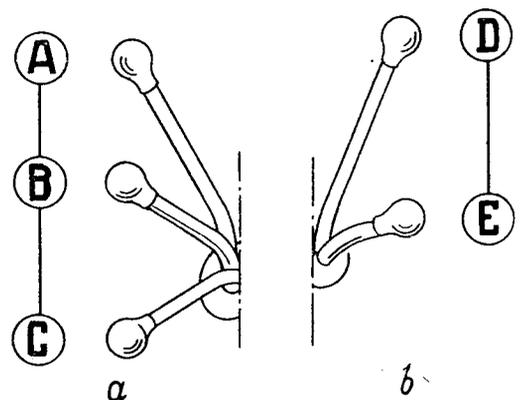

Bild 4. Schema der Schaltstellungen für die Verteilergetriebebel:
bel die vordere Stellung einnimmt; die Vorderachse ist ausgeschaltet, wenn der Hebel die hintere Stellung einnimmt (Bild 4, b);
- Er kann drei Stellungen einnehmen: vordere Stellung - Direktgang eingelegt; Neutrallstellung (Mittelstellung); hintere Stellung - Geländegang eingelegt (Bild 4, a);